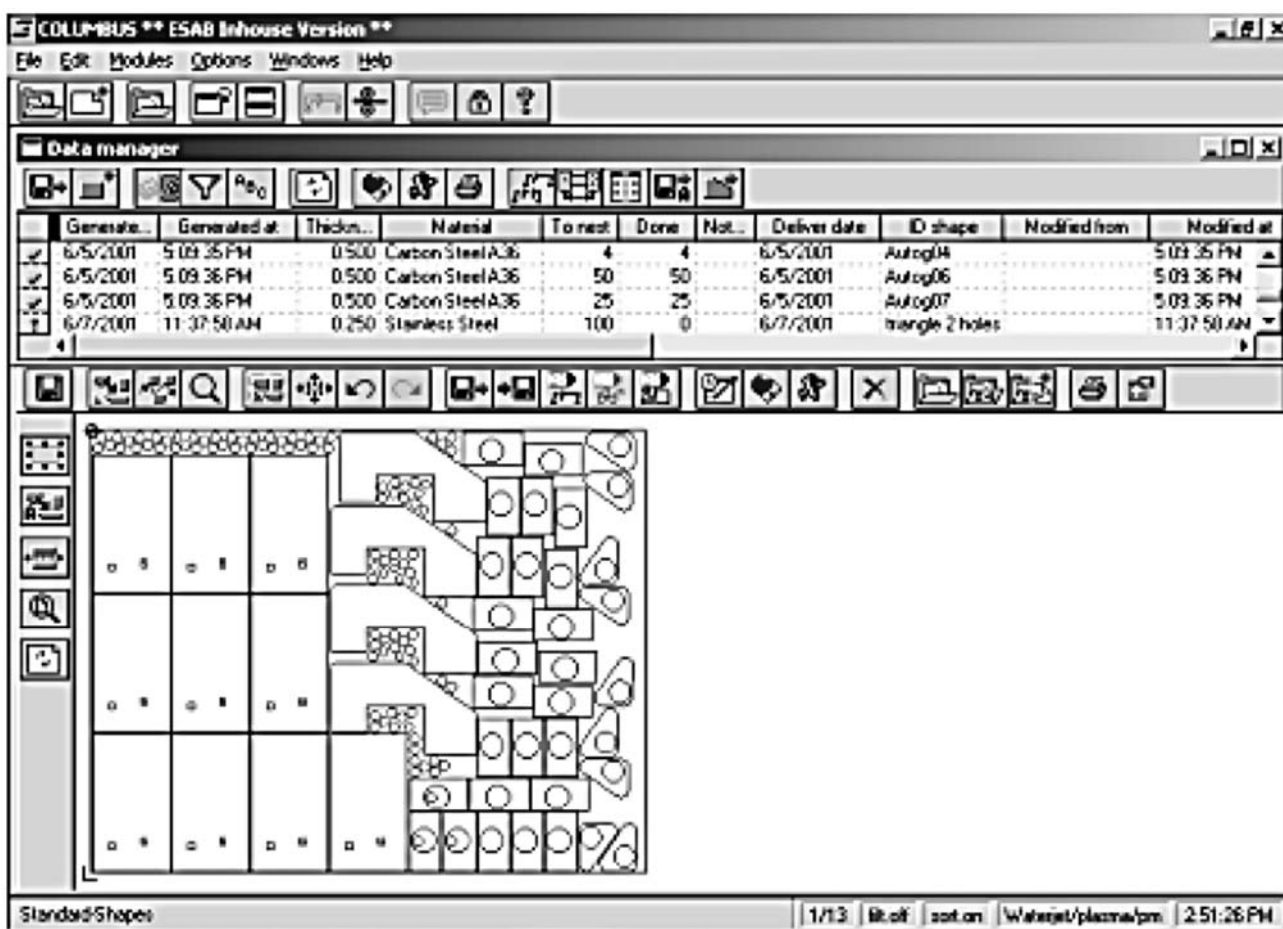

Рисунок 3.5 – Запуск функции автораскладки
**Запуск функции автораскладки.** Выберите детали, подлежащие раскладке, в модуле управления данными (Data Manager) и перенесите данные в модуль управления раскладкой или импортируйте детали непосредственно в раскладку. Далее удалите все детали из эскиза, щелкнув на символ  из строки инструментов. Детали теперь вошли в список деталей, подлежащих автоматической раскладке. Введите параметры автораскладки. После ввода параметров выберите символ «Пуск автораскладки»  из строки символов модуля управления раскладкой (рисунок 3.5).